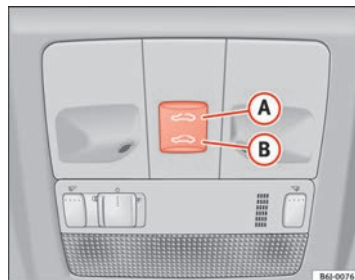

Fig. 52 Toit ouvrant / déflecteur
- Appuyez et maintenez le bouton **B** ⇒ fig. 52 ⇒ **Δ** appuyé, le toit se referme alors jusqu'à ce que le bouton soit relâché.